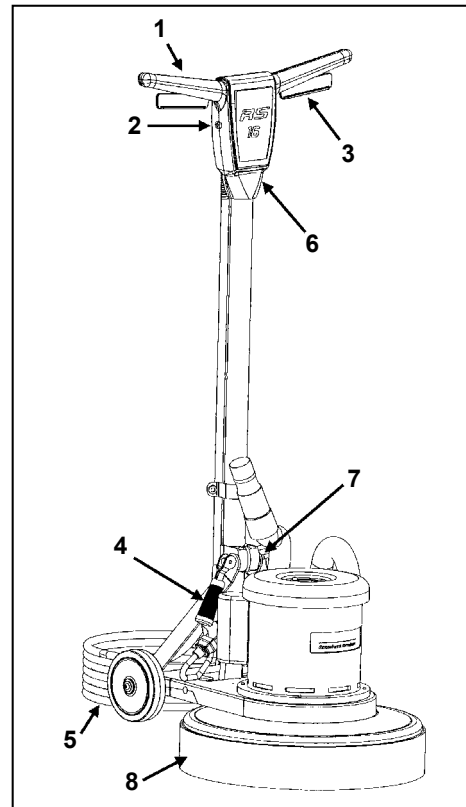

Figura 1
**FAMILIARÍCESE CON SU MÁQUINA (Figura 1)**
- 3 Palancas de maniobras - Apretar - ENCENDIDO (ON)
- 2. RS-16 DC: Instale el faldón de polvo como se muestra en la figura 1, ítem 8; tensando la banda hacia abajo.